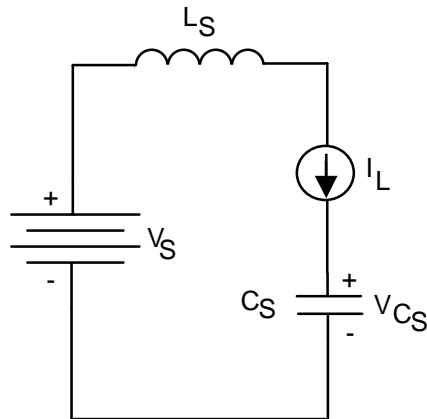

Figura 4.14 : Circuito para carga do capacitor  $C_S$ .
**$tr \leq t \leq tf$**  : o capacitor  $C_S$  se carregará à uma tensão  $V_s$ , devido a corrente de carga  $I_L$  agora circular por  $C_S$  e pelo diodo  $D$ . O circuito equivalente para esta situação é dada na figura 4.14.